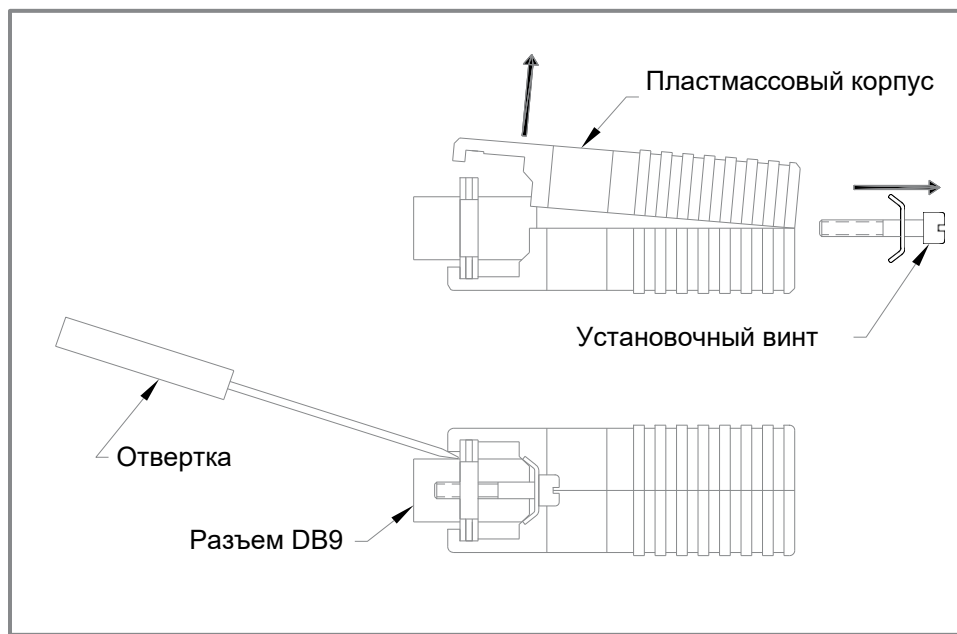

Рисунок 10: Вскрытие корпуса преобразователя
5. С помощью маленькой отвертки подденьте и вскройте **пластмассовый корпус** преобразователя последовательных интерфейсов, как показано на рис. 10 на стр. 65. Внутри преобразователя последовательных интерфейсов находятся главная и дочерняя печатные платы. К дочерней плате закреплена малая клеммная колодка. В средней части главной платы расположен **DIP-переключатель (SW1)**.